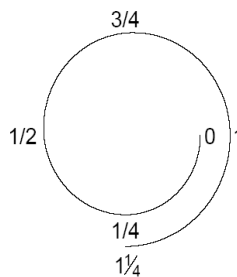

Fig. 1
4. Apriete la tuerca 1 1/4 vuelta (Fig.1) con la llave, manteniendo firmemente el cuerpo del rácor.
4. Tighten the nut 1 1/4 turns (Fig. 1) with wrench while holding steady the body of the fitting.